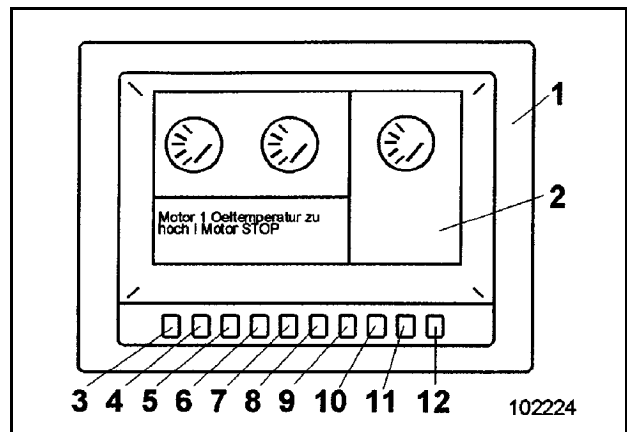

Fig. 3-60:
- ➔ Der Ölstand wird auch vom BCS über den Bildschirm (Fig. 3-60:) überwacht.